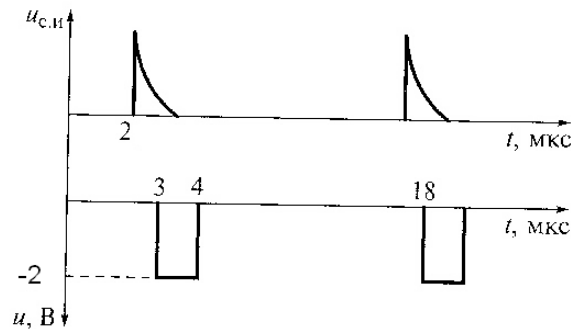

Рис. 1. Сигнал на выходе генератора Г5-54
3.1. Определите, в какое положение необходимо установить органы управления генератора Г5-54 для получения на выходе сигнала, изображенного на рис. 1. (лицевая панель генератора Г5-54 изображена на рис. 2).